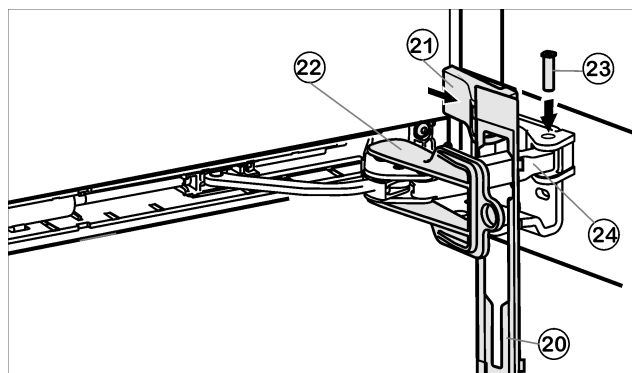

Fig. 14
- Krytku Fig. 14 (20) zavěste na třmenu tlumiče tak, že zajišťovací háčky ukazují dopředu a přední strana ke spotřebiči.
- Třmen tlumiče Fig. 14 (24) přitáhněte k ložiskovému dílu a čep Fig. 14 (23) vložte shora tak, aby čtyřhran seděl v prohlubni.
- Kryt Fig. 14 (21) nasadte a zaklesněte.
- Pojistku Fig. 14 (22) vytáhněte otočením.
- Krytku Fig. 14 (20) zatlačte do dveří.